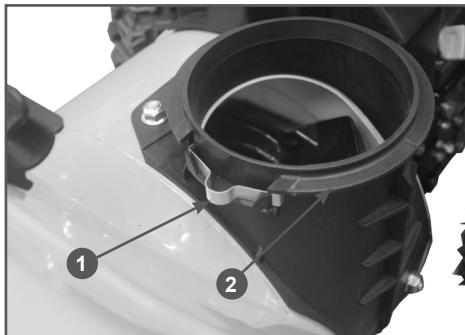
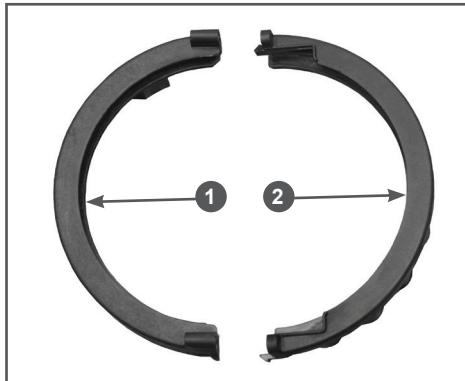

Рис. 11 Установка пружины желоба ST553
Рис. 12 Стопоры для фиксации желоба ST553
- Вставьте пластины 1 в корпус основания желоба как показано на Рис. 11.
CHAMPION EP-0 (Рис. 11). Установите желоб выброса снега на корпус основания желоба и зафиксируйте его с помощью двух пластиковых стопоров (Рис. 12).